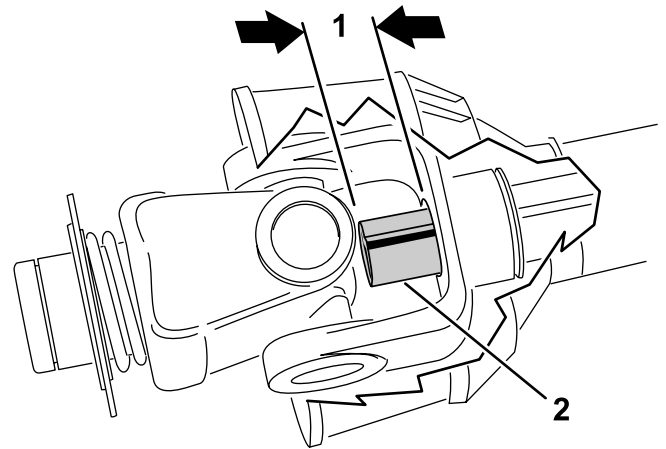

Figure 16
- Faites coulisser complètement les tubes d'arbre de PDF l'un dans l'autre. Vérifiez que le tube intérieur ne dépasse pas dans la partie joint universel du tube extérieur (Figure 16). Si cela se produit, vous devez couper plus du tube intérieur ; passez à l'opération suivante.
- Mesurez la longueur du dépassement du tube intérieur dans la partie joint universel du tube extérieur (Figure 16). Ajoutez cette mesure à la dimension obtenue à l'opération 8.